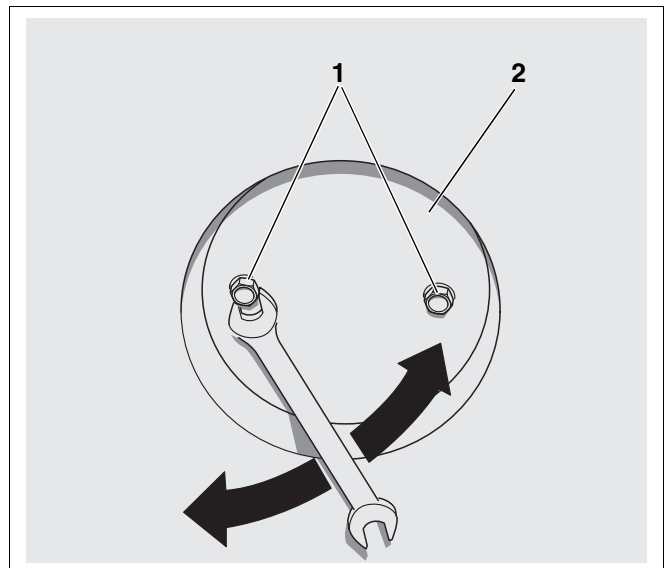

Abb. 31 Abgasanschluss Rückseite – innere Abdeckplatte
- Schrauben der inneren Abdeckplatte lösen (Abb. 31, **Pos. 1**).
- Innere Abdeckplatte entfernen (Abb. 31, **Pos. 2**).